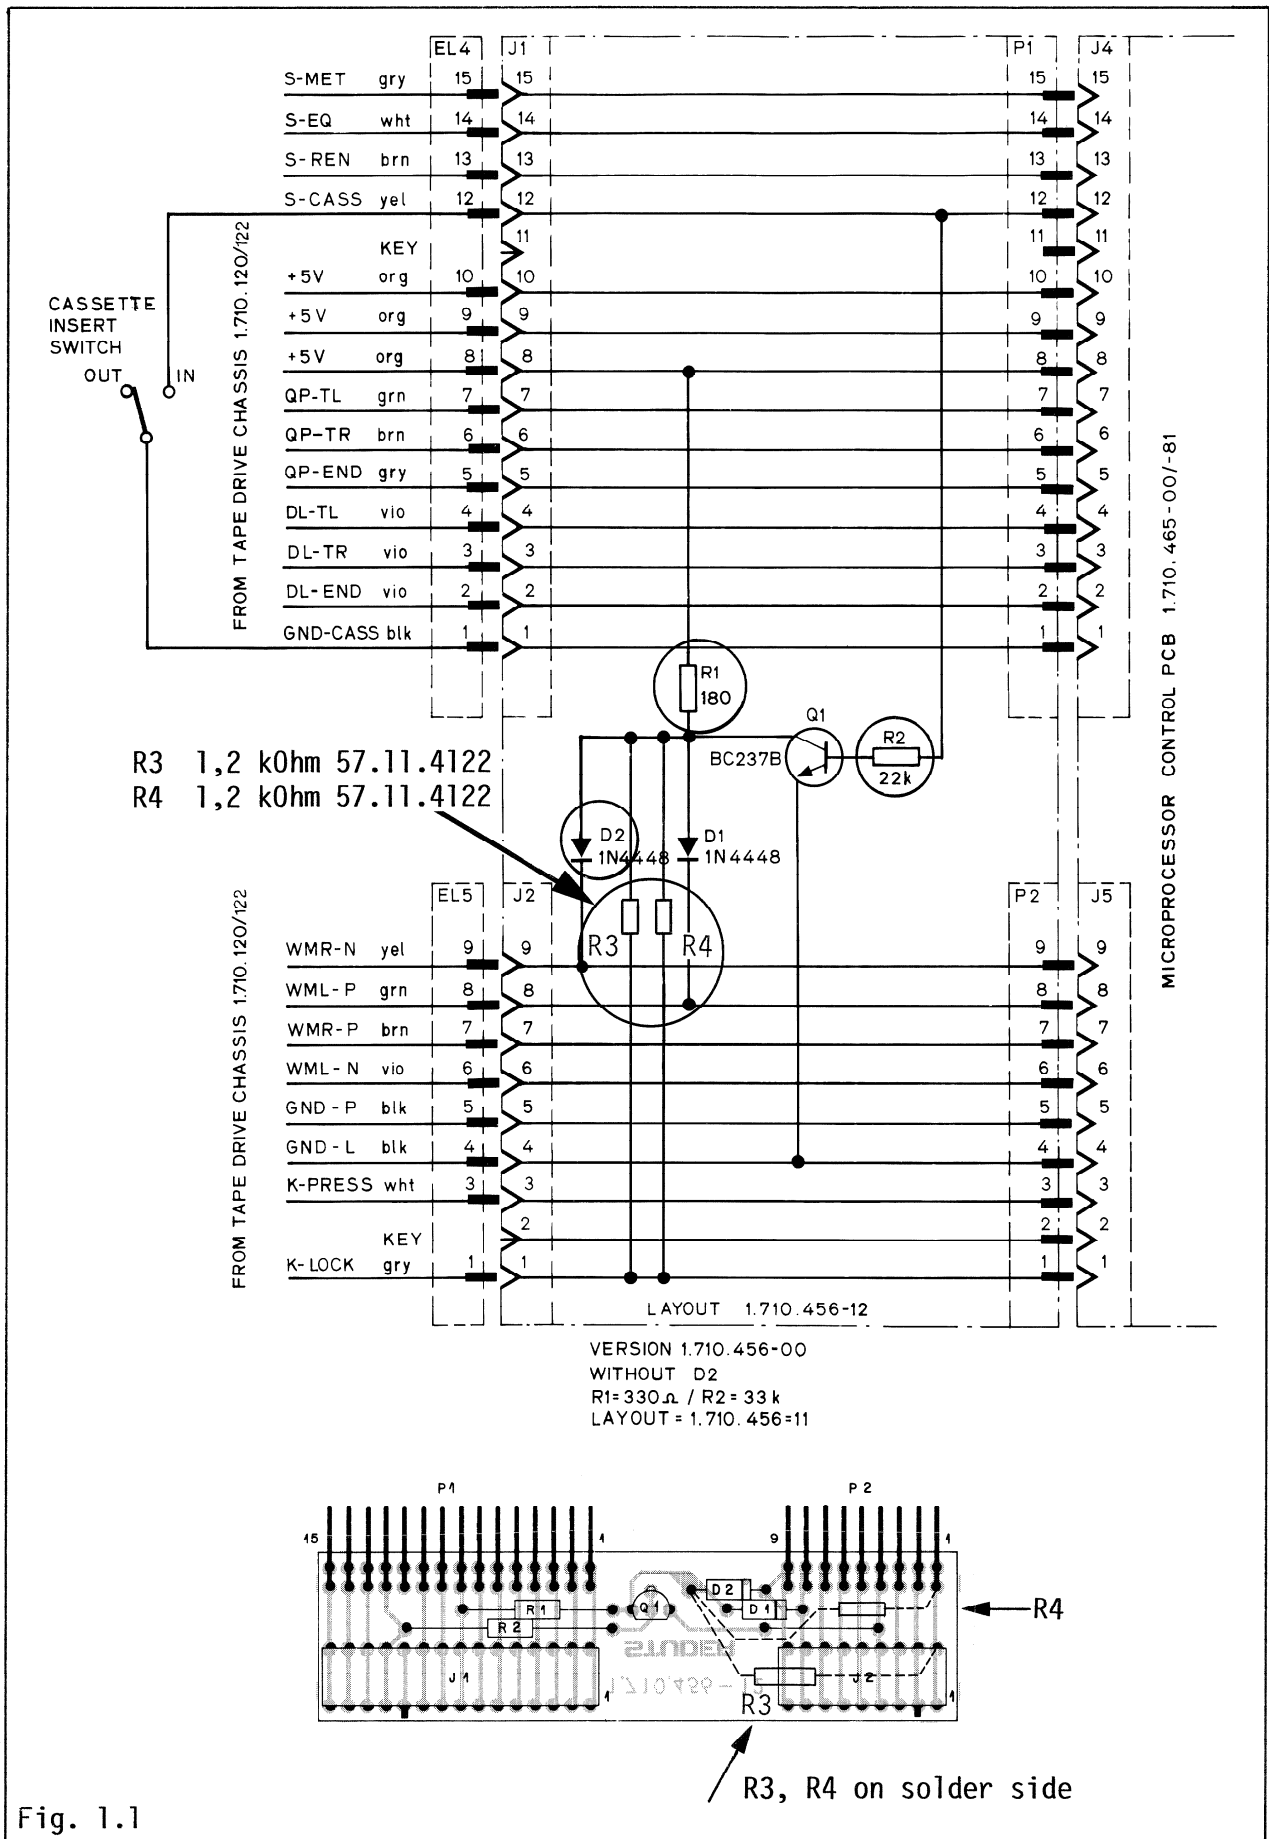

Fig. 1.1
- D2 gemäss Fig. 1.1 auf den rechten Wickelmotor verdrahten. (Für Versionen mit Layout 1.710.456-11 kommt D2 auf die Lötseite).
- Connect D2 according to fig. 1.1 to the right-hand spooling motor (for versions with layout 1.710.456.-11 D2 has to be placed on the solder side).